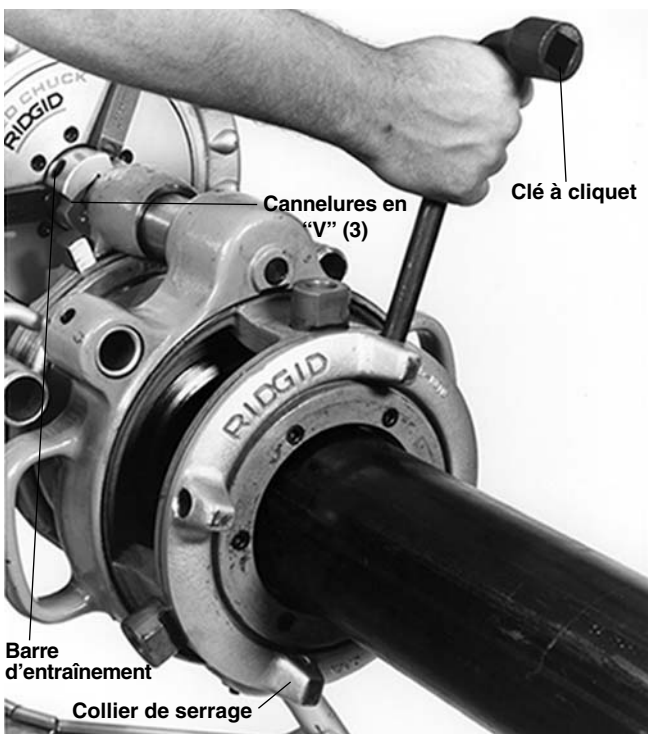

Figure 18 – Serrage du collier de serrage sur la fileteuse démultipliée N° 141 (idem pour la fileteuse N° 161)
7. Introduisez le tuyau dans la fileteuse en centrant son extrémité dans la gorge des filières. Serrez le collier de serrage à l'aide d'une clé à cliquet (Figure 18).